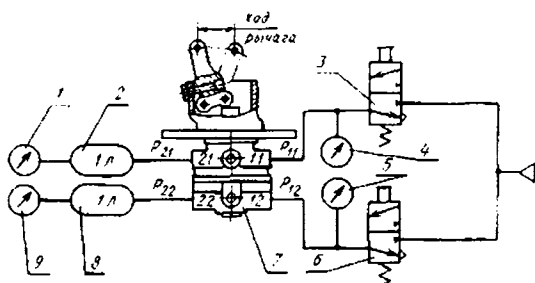

Рис. 6-30. Схемы подключения тормозного крана при испытаниях:
7. Подсоединить кран к системе сжатого воздуха в соответствии со схемой испытаний (рис. 6-30.).